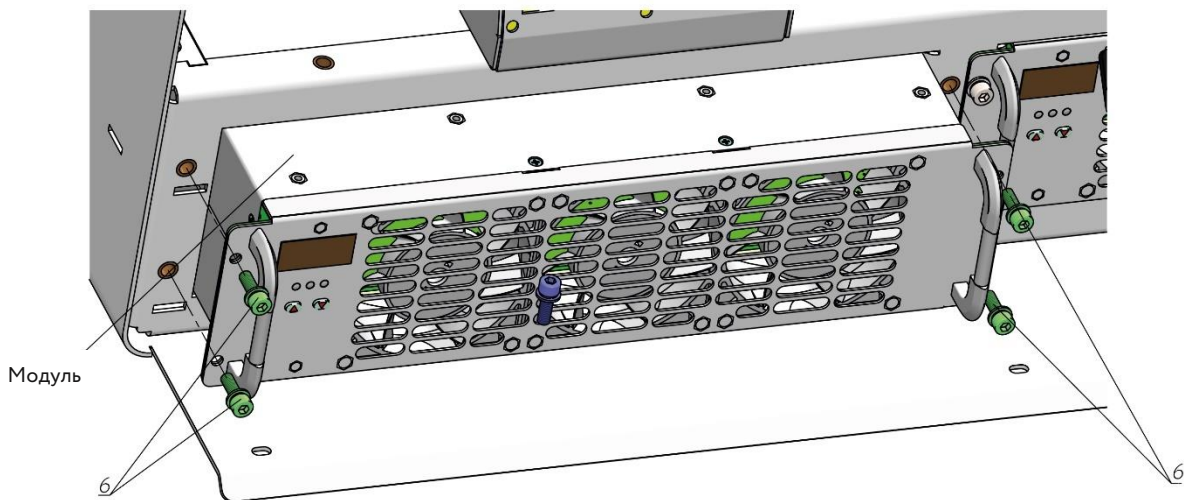

Рисунок 5.10 Место установки модуля в станции (6 – винт М5)
2. Установить модуль в каркас станции (рис. 5.10). Устанавливать модули лучше вдвоем плавно снизу-вверх так, чтобы экран модуля располагался ближе к передней части ЗС.
3. Закрепить винтами 6 (рис. 5.10).